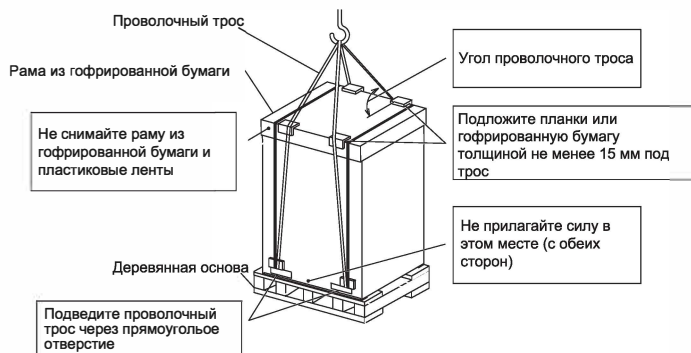

Рис. 3.1 Процесс подвешивания для транспортировки
(1) Не снимайте упаковку.
(2) Подвешивайте устройство в упакованном виде двумя (2) проволочными тросами, как показано на рис. 3.1.